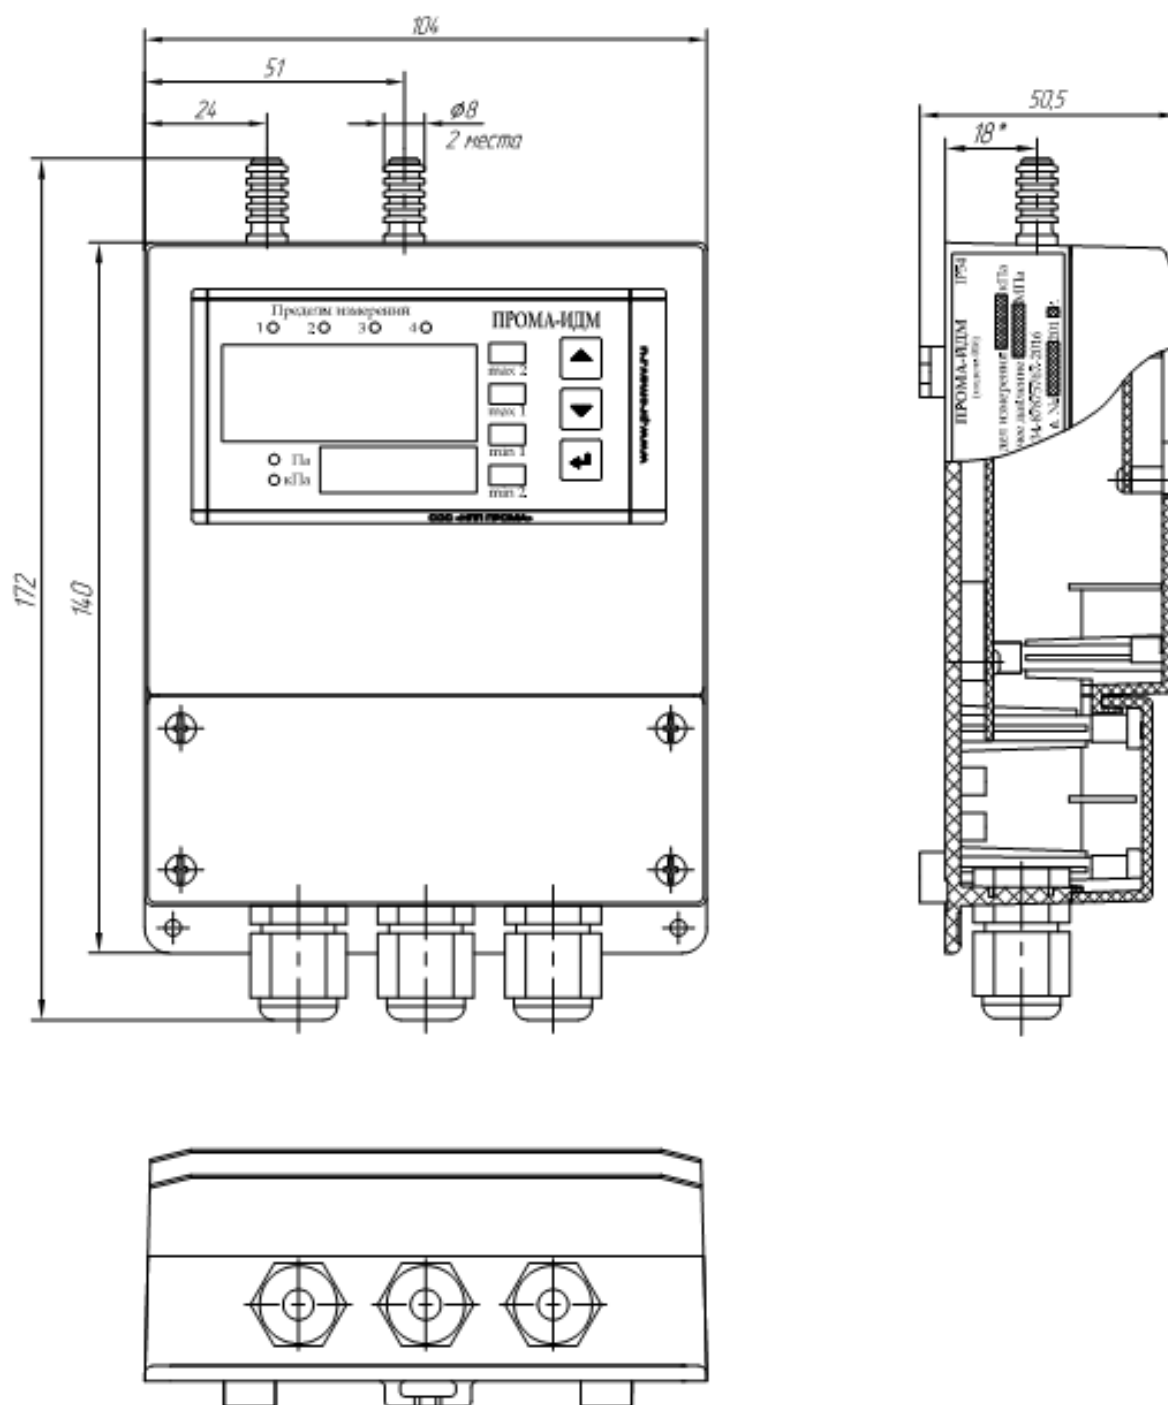

Рис. 2.2.Измеритель ПромА-ИДМ-ДД Настенное исполнение на рабочее давление 0,1 МПа.
- Рис. 2.2. Измеритель Прома-ИДМ-ДД Настенное исполнение. Габаритный чертеж.